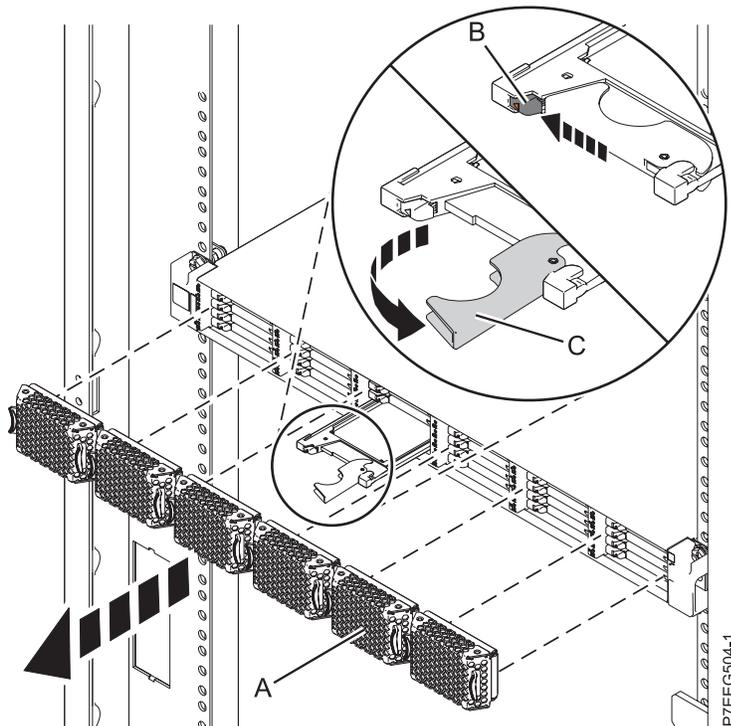

図 15. EDR1 PCIe ストレージ・エンクロージャーからのソリッド・ステート・ドライブの取り外し
1. ソリッド・ステート・ドライブが取り付けられている slots を覆っているベゼル (A) を引いて取り外します。
2. リリース・ラッチ (B) をゆっくり上にスライドさせて、ドライブ・ハンドルのロックを解除します。25 ページの図 15 を参照してください。